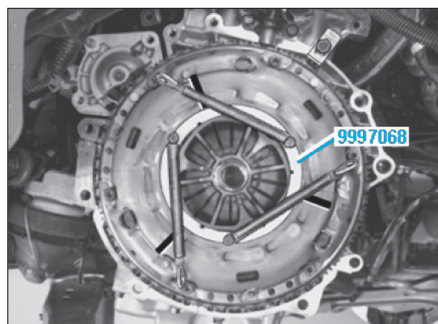

FIG. 4
• Mettre en place l'outil [2] (Fig.4).